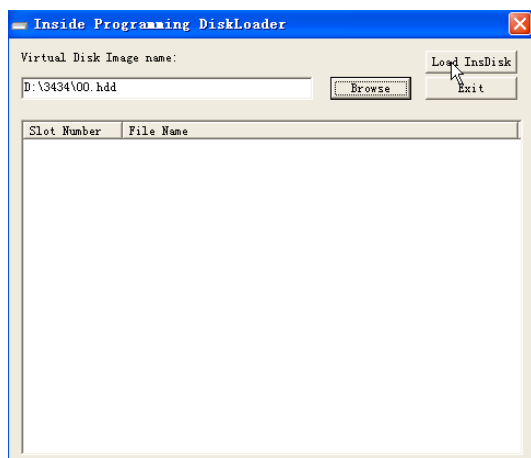

图 5-16 单击安装虚拟磁盘
(4) 单击“Load InsDisk”装载虚拟磁盘，如图 5-16 所示。